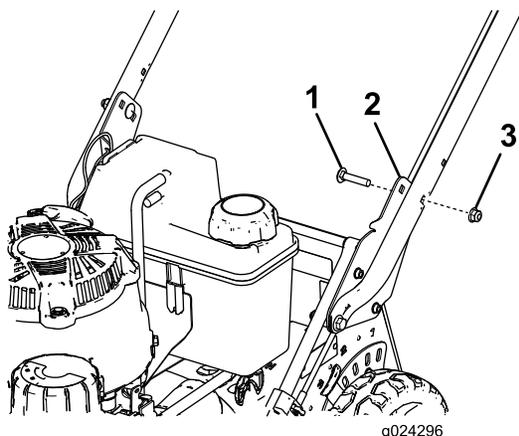

**Figura 4**
4. Coloque-se por detrás da máquina, na posição de operação, para determinar a altura mais confortável da pega (Figura 4).